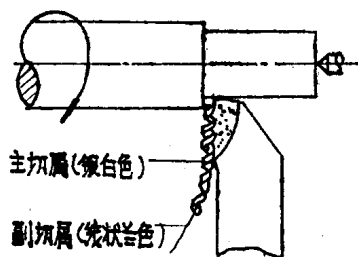

图 2
(1) 选用90度主偏角，径向抗力小。
(2) 前面磨有4~6毫米卷屑槽，切削抗力及摩擦阻力小，因而切屑排出轻快。散热性能好，切削过程中形成银白色主切屑。卷屑槽和主刀刃共同构成 $\lambda = -3^\circ$ 的刃倾角，不但排屑方向性好，切屑不会擦伤已加工表面，而且保证了切削过程的安全。
(3) 主切削刃上磨有0.15~0.20毫米-20度的倒棱，刀尖处磨有 $R = 0.15 \sim 0.20$ 毫米的圆弧，主切削刃及刀尖强度较高。倒棱在加工过程中产生线状兰色副切屑串在主切屑中间随主切削同时排出（如图2所示），从而消除了刀瘤停留在已加工过的工件表面，提高了光洁度。
(4) 刀具结构比较简单，手工刃磨掌握容易，适应于粗车、半精车、精车工序。一把刀可完成整个外圆加工过程，减少换刀时间。
(5) 刀具几何参数选择得比较合理，刀具的耐用度高（约为一般车刀的三倍）。